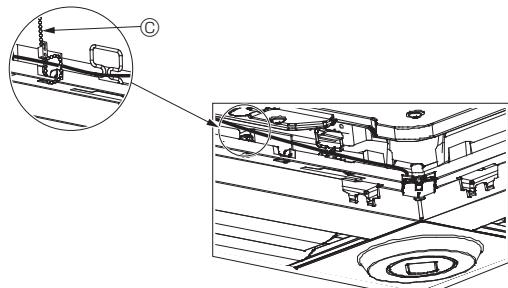

Fig. 10-12
- Fastgør i-see-Sensoren og signalmodtageren til panelet som vist i diagrammet, så der ikke er slæk i ledningerne, og skær derefter den overskydende ende af beslaget. (Fig. 10-12)
- Hvis placeringen af i-see-Sensoren er ændret fra position "○" (E) til position "□" (F), skal funktionsindstillingerne ændres. (Se side 13).